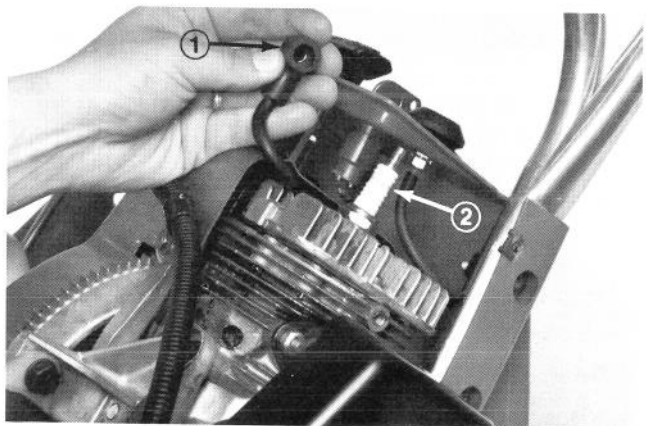

Figure 22
5. Enlevez le câble à haute tension de la bougie et retirez la bougie de la culasse (Figure 22).
7. Poussez à fond le câble à haute tension sur la bougie d'allumage (Figure 22).